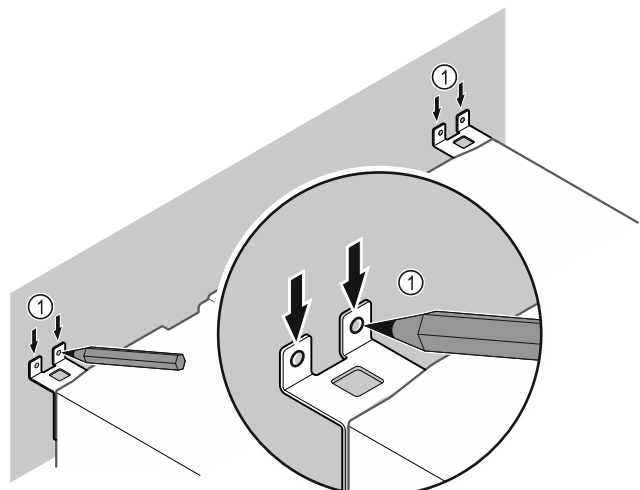

Fig. 67
- ▶ Сделайте метки на стене Fig. 67 (1).